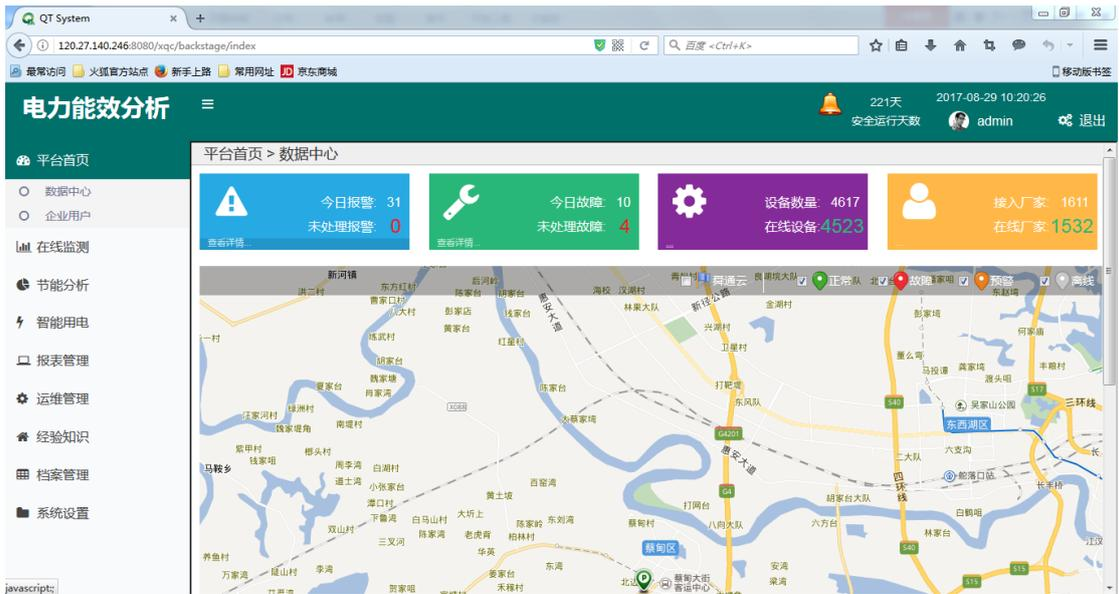

图2.2-2
2. 点击<登陆>按钮，进入系统主界面，如图2.2-2所示。